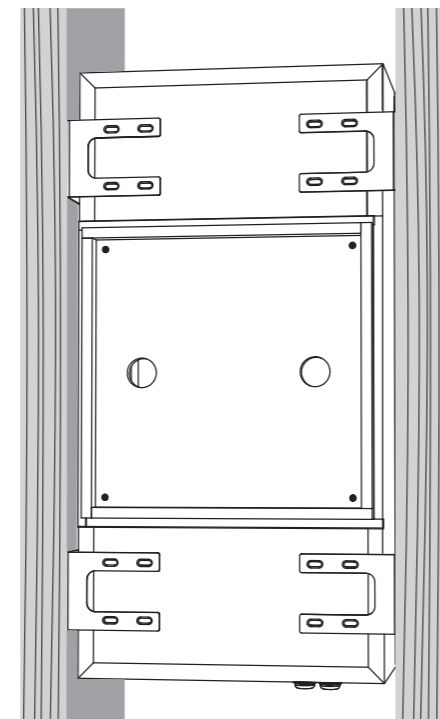

Fig. 2 Screw the brackets and back can together.
3. Com a ajuda de um assistente, levante cuidadosamente a lata posterior até o local escolhido entre as vigas do teto, levante e deslize-a no lugar, até que esteja apoiada nos quatro suportes e centralizada entre eles (Fig. 2).